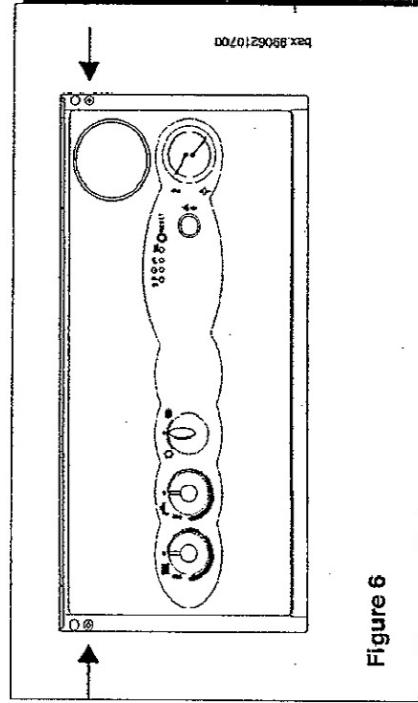

Figure 6
- * dévisser les deux vis qui fixent le tableau de commande à la chaudière (Figure 6);
- * enlever les deux vis qui fixent le tableau de commande à la chaudière puis le faire basculer vers le bas (figure 6 de la page 9);